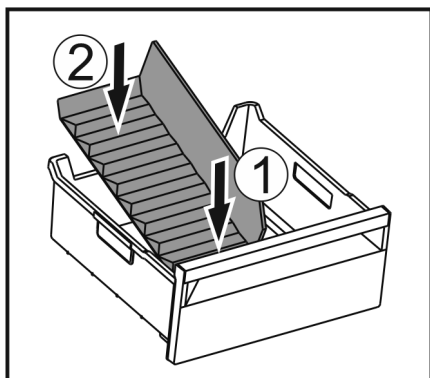

Fig. 116
- Inserire la parte anteriore del divisore dello scomparto del ghiaccio. *Fig. 116 (1)*
- Abbassare la parte posteriore del divisore dello scomparto del ghiaccio fino al fondo del cassetto. *Fig. 116 (2)*